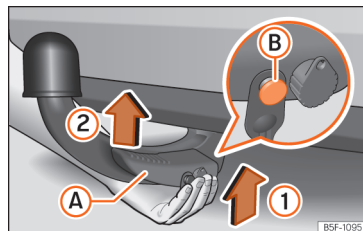

Abb. 301 Anhängerkupplung anbringen Schritt 1
- Die Anhängerkupplung **von unten** und der Pfeilrichtung **» Abb. 301 ①** folgend in die deren Aufnahme einsetzen, bis sie hörbar einrastet **» ⚠**.
Der Hebel » Abb. 301 (A) dreht sich **automatisch** in Pfeilrichtung (2) nach oben und der Entriegelungsbolzen (B) kommt heraus (sein rot-grüner Teil ist sichtbar) » » ⚠.
• Beim Befestigen der Anhängerkupplung **nicht mit den Händen in den Hebel fassen, um ein Einklemmen der Finger zu vermeiden** » » Abb. 301 (A).